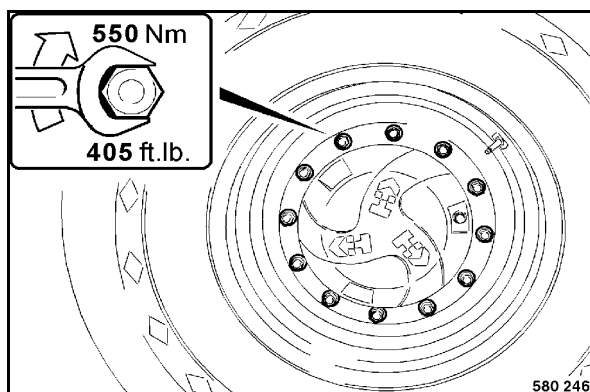

Fig. 196
- Mettre une nouvelle roue (Fig. 196) en place et serrer les écrou en croix à un couple de 550 Nm (12 344,40 cm. lb.).